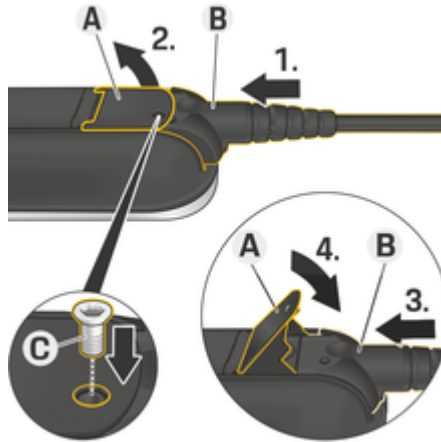

Fig. 109: Feste kabelen og pluggen
- ✓ Spaken **A** (Fig. 109) er lukket.
- 1. Skyv pluggen **B** (Fig. 109) inn i betjeningsenheten til du kjenner motstand.
- 5. Skru fast pluggen **B** i betjeningsenheten ved hjelp av skruen **C** (Fig. 109).